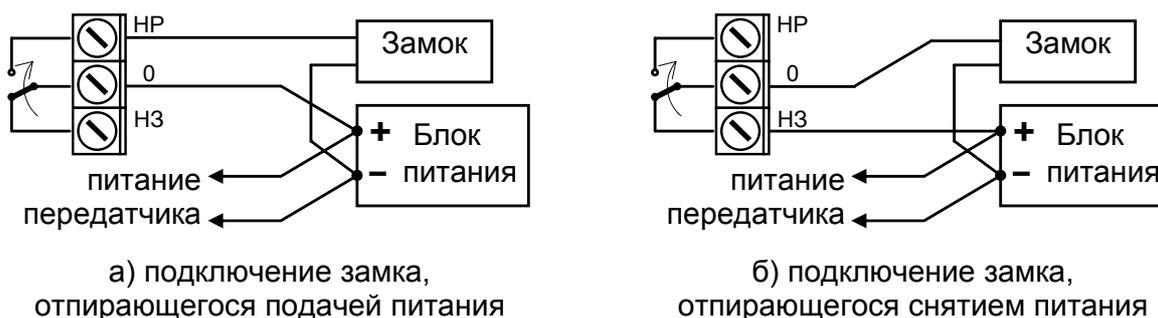

Рис. 6. Подключение электрического замка
**ВНИМАНИЕ!** Рекомендуется питать замок от отдельного источника. Если замок и передатчик работают от общего источника питания, то для снижения помех рекомендуется выполнять цепи замка и цепи питания передатчика отдельными линиями, соединяющимися непосредственно на выводах источника питания (см. рис. 6). Обязательно используйте в цепи замка искрогасящие элементы (диод, RC-цепочку или варистор).